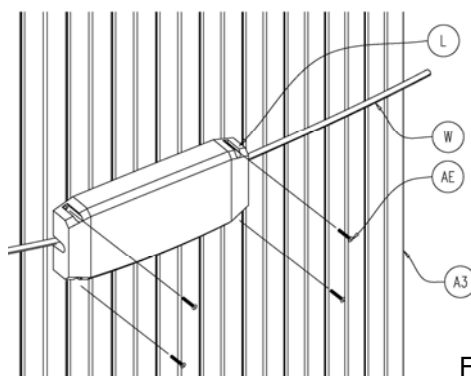

Figure 7.2
Tel qu'indiqué à la figure 7.2, couvrez chacune des attaches métalliques de câble (Y) avec les couvercles d'attache (L) prévus à cette fin et fixez-les à l'aide des vis (AE).